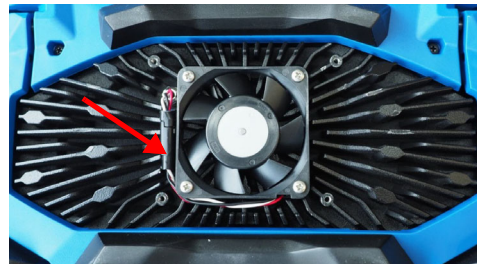

Abbildung 4-3 Trennen des Ventilatorkabels (*links*) und Endmontage (*rechts*)
3. Falls der Ventilator beschädigt ist oder nicht richtig funktioniert, trennen Sie ihn vorsichtig vom Kabel (Abbildung 4-3 auf Seite 56) und ersetzen Sie ihn durch einen neuen Ventilator.
4. Falls das Ventilorkabel getrennt oder entfernt wurde, vergewissern Sie sich, dass es wieder richtig angeschlossen und in die Ventilatoreinheit montiert ist (Abbildung 4-3 auf Seite 56).